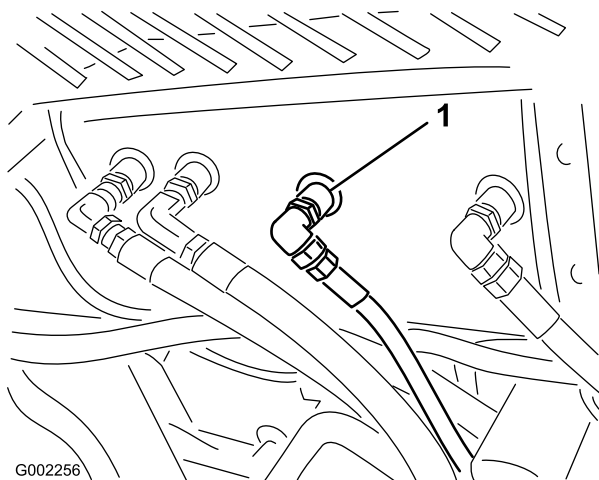

Figura 60
2. Pulite l'area attorno ad un connettore del flessibile idraulico sul fondo del serbatoio dell'olio idraulico (Figura 60).
4. Togliete il connettore del flessibile dal serbatoio, lasciando spurgare l'olio nella bacinella (Figura 60).